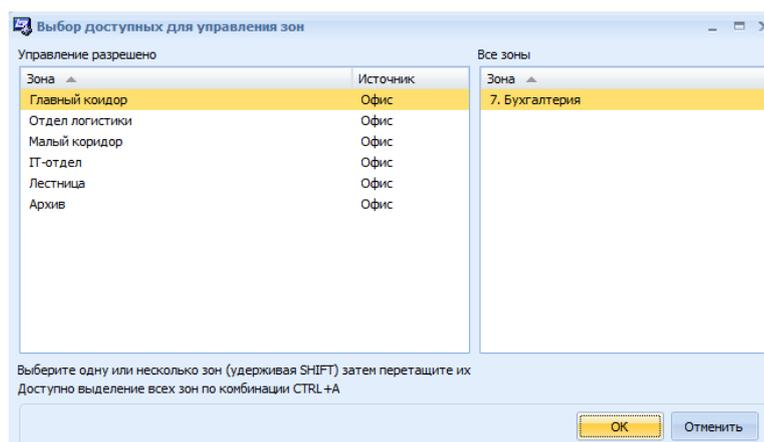

Рис. 22 Окно **Выбор доступных для управления зон**
- **Доступные зоны** - выбрать доступные для управления зоны. Для этого следует нажать кнопку **Изменить**, в открывшемся окне **Выбор доступных для управления зон** перетащить нужные зоны из поля *Все зоны* в поле *Управление разрешено* и нажать **Ок** (Рис. 22). (подробнее См. 23.2 вкладка Охрана);